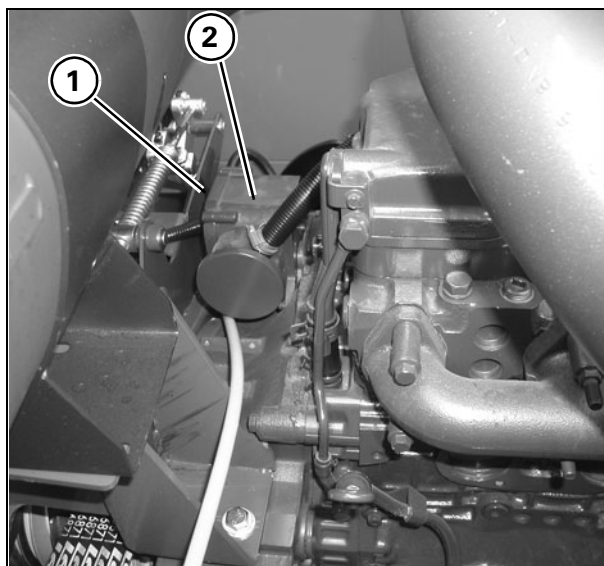

Рис. 61
58. САПУН КАРТЕРА ДВИГАТЕЛЯ (только для моделей 7245 S и 7245 S AL) - Рис. 61